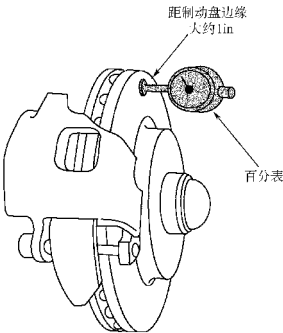

图 5-20 制动盘的检查
8. 部件专家 A 说如图 5-20 所示的装置是在检查制动盘的圆跳动。部件专家 B 说如图所示的装置是在测量制动盘的厚度。谁是正确的？